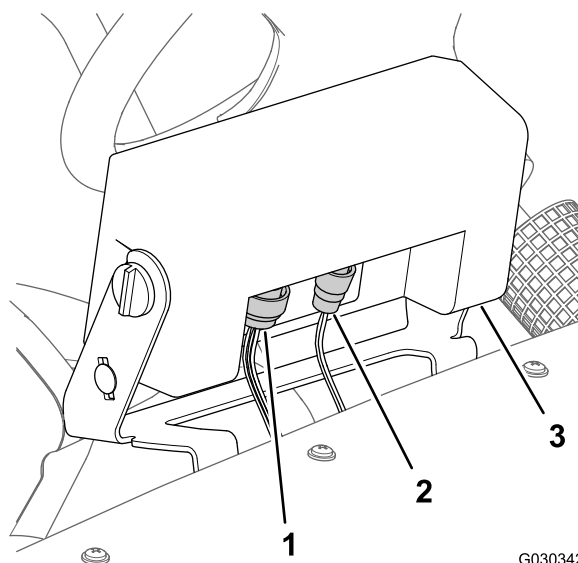

Figura 5
1. Nella parte anteriore della consolle Pro Control, scollegate il connettore a 3 pin del cablaggio preassemblato della macchina dal connettore da 3 prese della consolle di comando (Figura 5).
2. Scollegate il connettore a 16 prese dal connettore a 16 prese della consolle di comando (Figura 5).